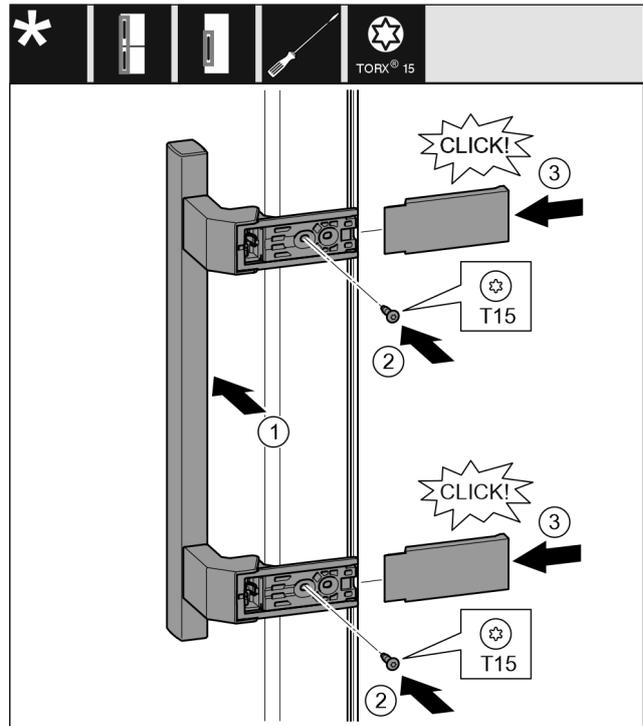

Fig. 21
- ▶ Držadlo nasadte na opačnú stranu. Fig. 21 (1)
- ▶ Skrutkovačom T15 pevne zaskrutkujte skrutky. Fig. 21 (2)
- ▶ Kryty nasadte a nasuňte z boku. Fig. 21 (3)